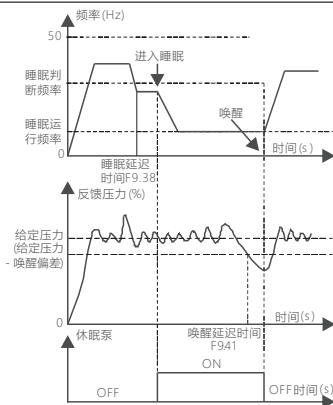

图 39 休眠模式1过程示意图
(1) 当F9.36为0时：进入休眠状态后，系统以睡眠频率运行。且在睡眠状态下，当反馈压力低于给定压力，并且误差超过唤醒偏差，持续F9.42设定的时间，则系统唤醒，退出休眠状态。如图39：